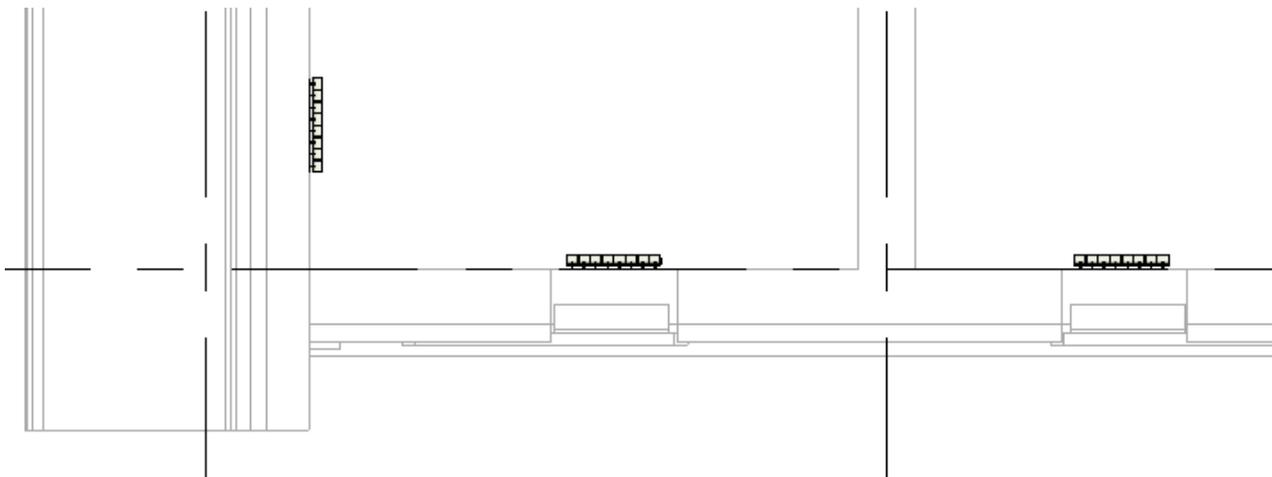

Рисунок 5.17 Расстановка радиаторов на плане здания
2. Задать смещение радиаторов относительно заданного уровня – радиаторы расставятся в необходимых местах на плане здания (рисунок 5.17).